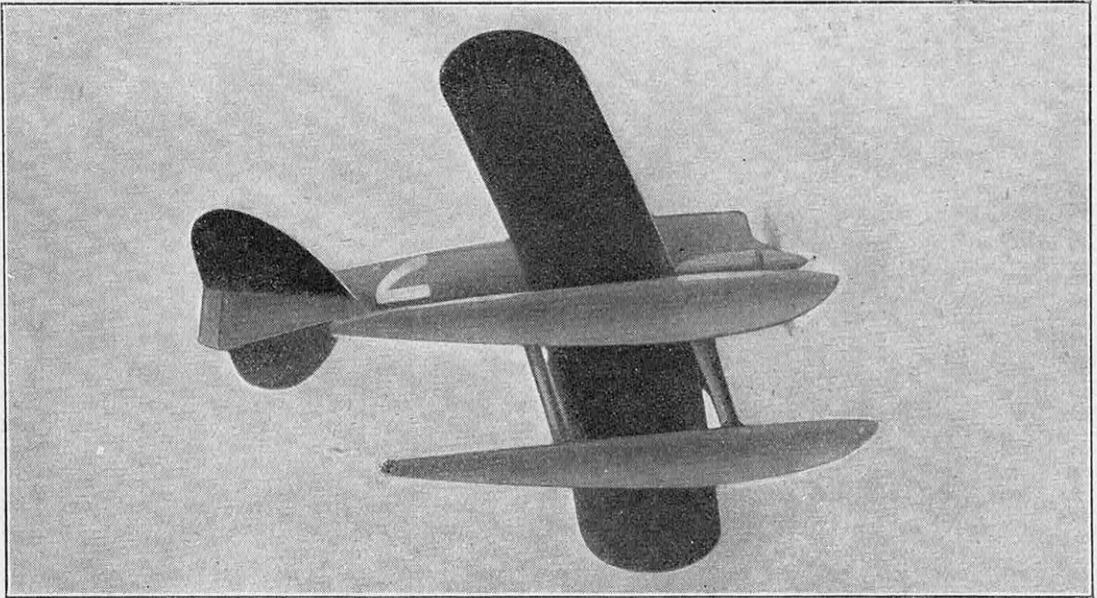

FIG. 5. — A 709,209 KM/H EN HYDRAVION. L'APPAREIL DE L'ITALIEN AGELLO
l'avion est encore loin d'égaliser la performance de l'hydravion. Il offre cependant une moins grande résistance à l'avancement, grâce notamment au train d'atterrissage escamotable. La comparaison de l'appareil italien (fig. 5) et de celui qui détient le record de la Coupe Deutsch de la Meurthe (fig. 6) est, à cet égard, démonstrative. Mais, d'une part, faute d'une compétition pour avions analogue à la Coupe Schneider pour hydravions, les Etats n'ont pas engagé les sommes nécessaires à la réalisation d'appareils terrestres ultra-rapides, et, d'autre part, le danger de la prise de contact avec le sol aux grandes vitesses est supérieur à l'amérissage (aucun terrain ne peut se comparer aux plans d'eau du Lido de Venise ou du lac de Garde). C'est la Coupe Deutsch qui, depuis 1933, a permis d'enregistrer les progrès les plus notables : avec le maximum de 8 litres autorisé pour la cylindrée, les 2 000 km du parcours imposé furent franchis, la première année, à 322 km/h ; en 1934, 388,977 km/h ; en 1935, 443,965 km/h. De 165 ch en 1933, le moteur atteignait 300 ch, toujours avec 8 litres. La Coupe Deutsch a mis, en outre, en valeur les améliorations apportées par l'hélice à pas variable — qui permet un décollage (1) plus rapide — la finesse (2) des cellules, les volets d'intrados destinés à réduire la vitesse d'atterrissage (sécurité).